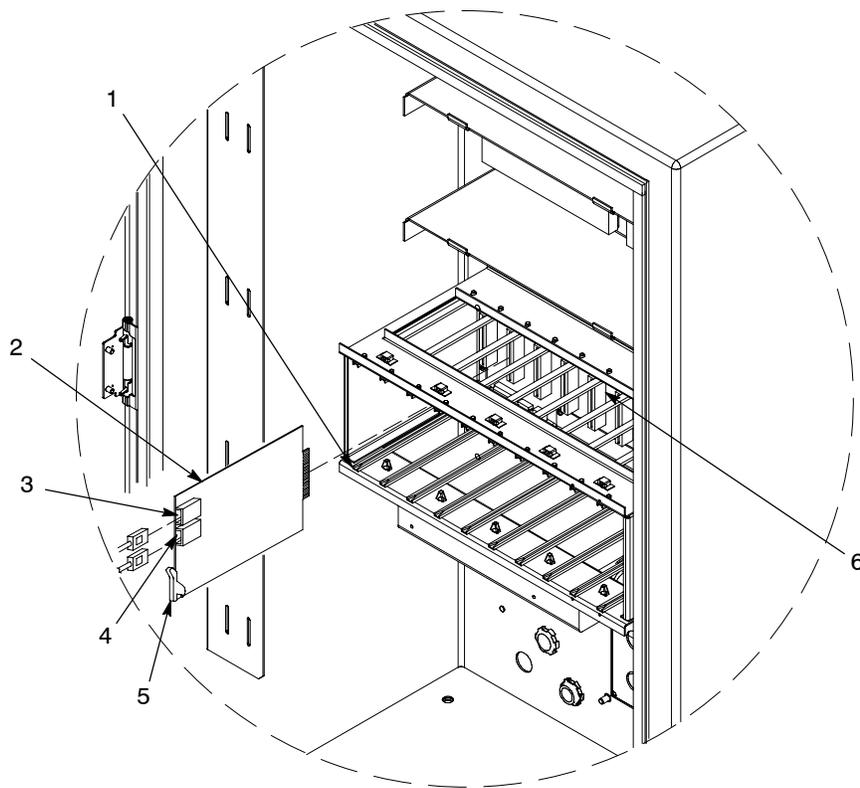

Рис. 5-2 Замена платы управления распылителями
См. рис. 5-2. Платы управления распылителями (2) установлены в стойке плат слева направо. Каждая плата управляет двумя распылителями: нижний разъем предназначен для распылителя с нечетным номером, верхний разъем предназначен для распылителя с четным номером.